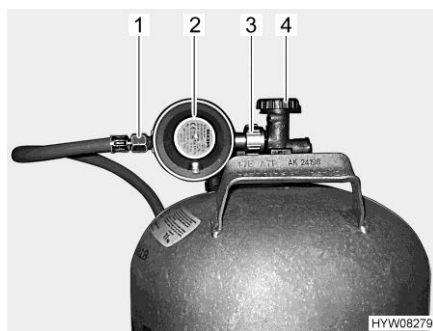

Fig. 121 Raccordo bombola del gas
- Chiudere la valvola principale di arresto (Fig. 121,4) della bombola del gas. Osservare la direzione della freccia.
- Tenere fermo il regolatore di pressione del gas (Fig. 121,2) e aprire il dado zigrinato (Fig. 121,3) (generalmente filettatura sinistra).
- Rimuovere il regolatore di pressione del gas con il tubo del gas (Fig. 121,1).
- Collocare il regolatore di pressione del gas (Fig. 121,2) con il tubo del gas (Fig. 121,1) sulla bombola del gas e serrare il dado zigrinato (Fig. 121,3) (generalmente filettatura sinistra). **Non** tirare con molta forza.